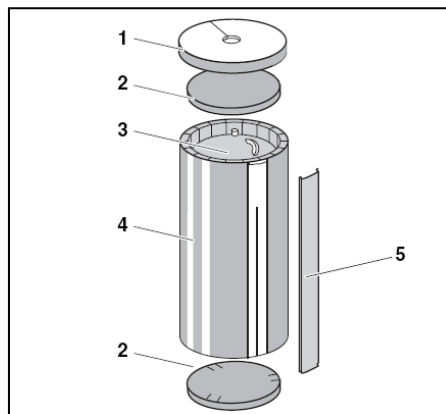

Рис. 1 Буферный бойлер Logalux PL750/1000/1500
- Резервуар бойлера (Рис. 1, Поз. 3)
Съёмная облицовка состоит из крышки (Рис. 1, Поз. 1) и накладной замыкающей бленды (Рис. 1, Поз. 5).
- Теплоизоляционный мат (Рис. 1, Поз. 4)
- Верхняя и нижняя теплозащитные прокладки (Рис. 1, Поз. 2)